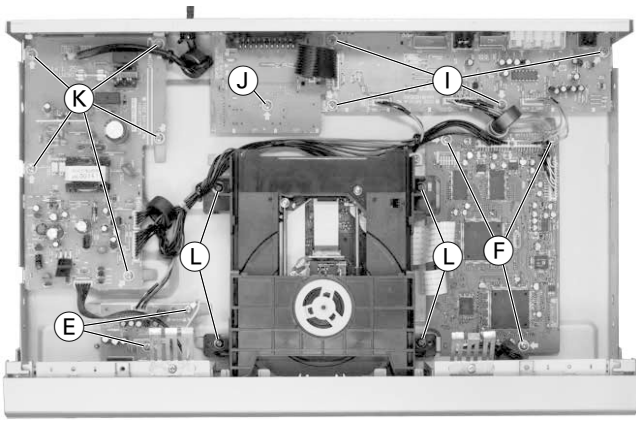

Fig. 5
- 3 Schrauben (F) (Fig. 5) herausdrehen und MPEG-Platte aus dem Gerät nehmen.
- 4 Schrauben (I) (Fig. 5) herausdrehen und Buchsenplatte aus dem Gerät nehmen.
- Schraube (J) (Fig. 5) herausdrehen und AV-Platte aus dem Gerät nehmen.
- 5 Schrauben (K) (Fig. 5) herausdrehen und Netzteil aus dem Gerät nehmen.
- 4 Schrauben (L) (Fig. 5) herausdrehen.
- Undo 2 screws (E) (Fig. 5) and remove the Headphone Board.
- Undo 3 screws (F) (Fig. 5) and remove the MPEG Board.
- Undo 4 screws (I) (Fig. 5) and remove the Socket Board.
- Undo screw (J) (Fig. 5) and remove the AV Board.
- Undo 5 screws (K) (Fig. 5) and remove the Power Supply.
- Undo 4 screws (L) (Fig. 5).